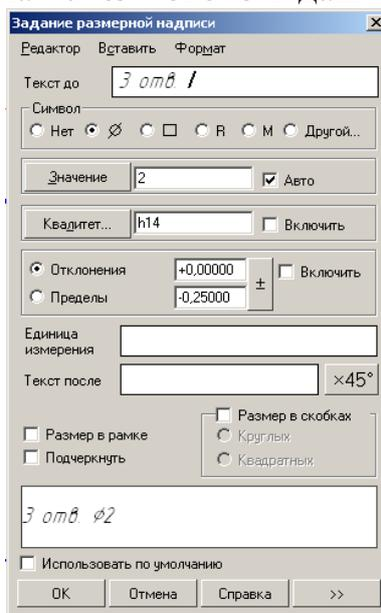

Рис. 21.13. Окно диалога: задание размерной надписи.
8.2.3. Переместите курсор в рабочее поле чертежа, вызовите объектное меню по команде (рис. 21.13) и выберите команду **Текст надписи...** или щелкните в поле **Текст** на **Панели свойств** данной команды.
9.3. Из объектного меню выберите команду **Текст надписи...** (рис. 21.13).